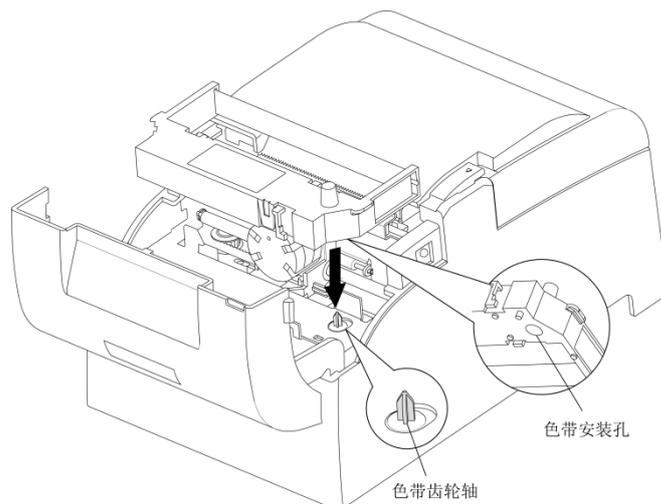

图 3
- 4) 请按图3所示方向将色带放入机架。注意色带的带芯应处于打印头前端，色带背面的安装孔要对准下面的色带齿轮轴。